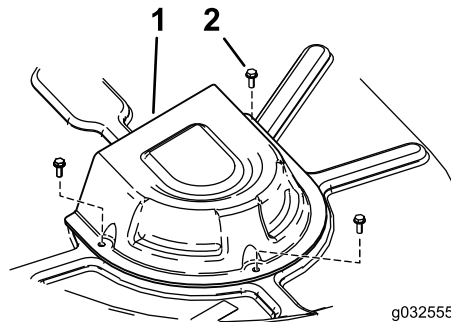

Figura 68
4. Retire as coberturas da polia (Figura 68).
8. Coloque as coberturas da polia (Figura 68).